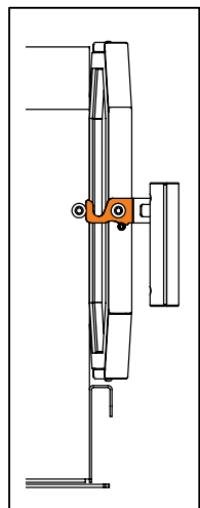

Figure 6. Position de la porte
- Pendant le premier allumage laissez la porte du poêle entrouverte un peu et ne la fermez pas au cours de la combustion (Voir la **figure 6**.)